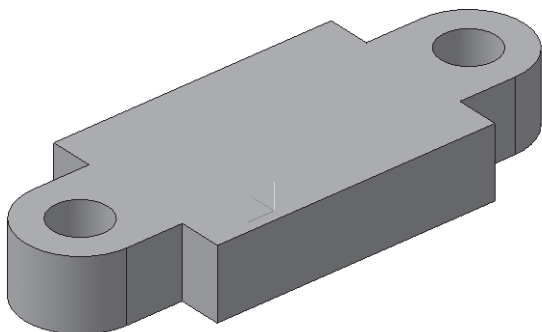

Рис. 170
- На Инструментальной панели Вид выберите команду **Полутоновое, Полутоновое с каркасом** (рис. 170);